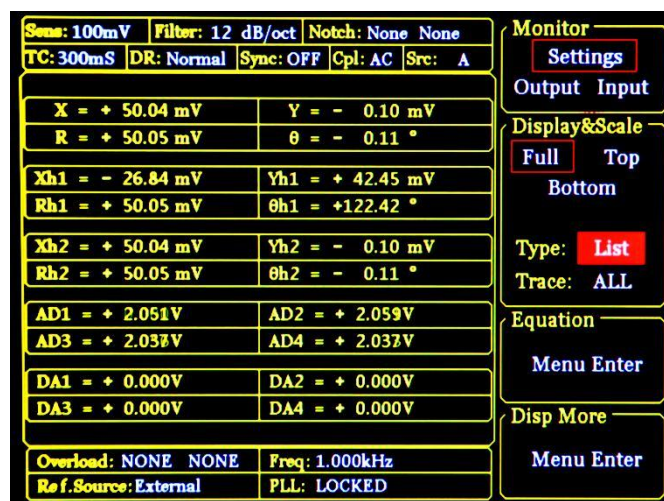

图 29. <Full>-<List>显示
4)<List> : 把输入信号的基波、两个谐波、后面板的 AUX-ADC 及 AUX-DAC 的值同时显示。如图 29 所示。